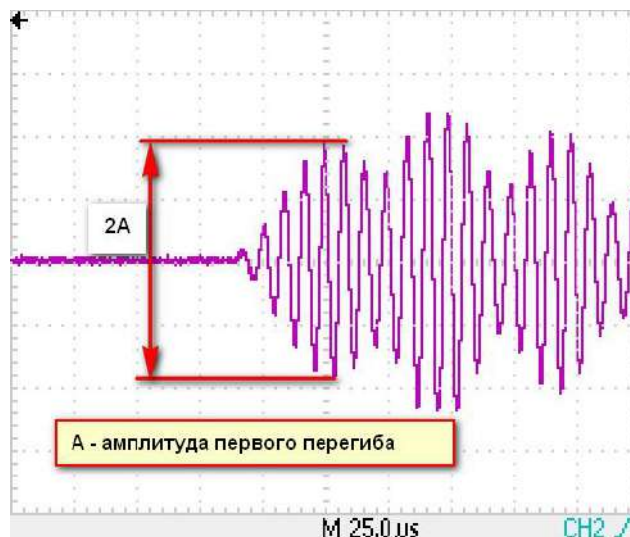

Рисунок 1.5
1.6.2 Система APU обеспечивает поддержание на заданном уровне с заданным допустимым отклонением амплитуды первого перегиба информационного сигнала на выходе предварительного усилителя (рисунок 1.5).